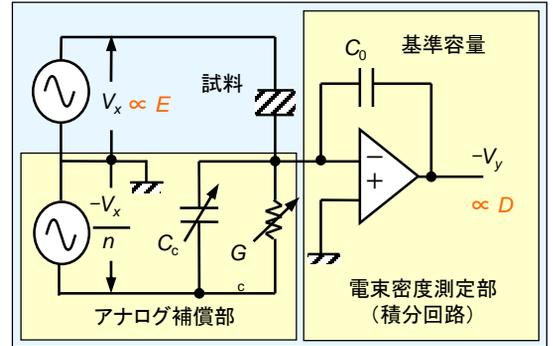
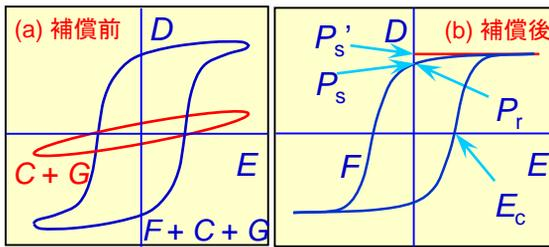

図1 改良型ソーヤ・タワー回路
図2  $D$ - $E$ 履歴曲線の補償（模式図）
- ▶  $D$ - $E$ 履歴曲線が観測されれば、強誘電性を確認したと言える。従来、 $D$ - $E$ 履歴曲線の補償にはソーヤ・タワー回路が用いられてきたが、誤差を小さくするため、改良した回路を開発した（図1）。
- ▶ 補償前の $D$ - $E$ 履歴曲線は図2 (a)のようになるが、改良型回路（図1）により履歴曲線を補償することで、図2 (b)に示すような純粋な自発分極の成分（強誘電成分、 $F$ ）のみの観測が可能になる。